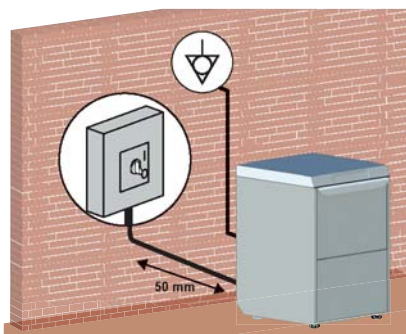

Bild 7.
- Håll ett avstånd på minst 50 mm från väggarna för att ventiler motorerna (se bild 7). Installera en ånghuv för att säkerställa god ventilation i rummet för att avlägsna ånga och överlopps fukt.